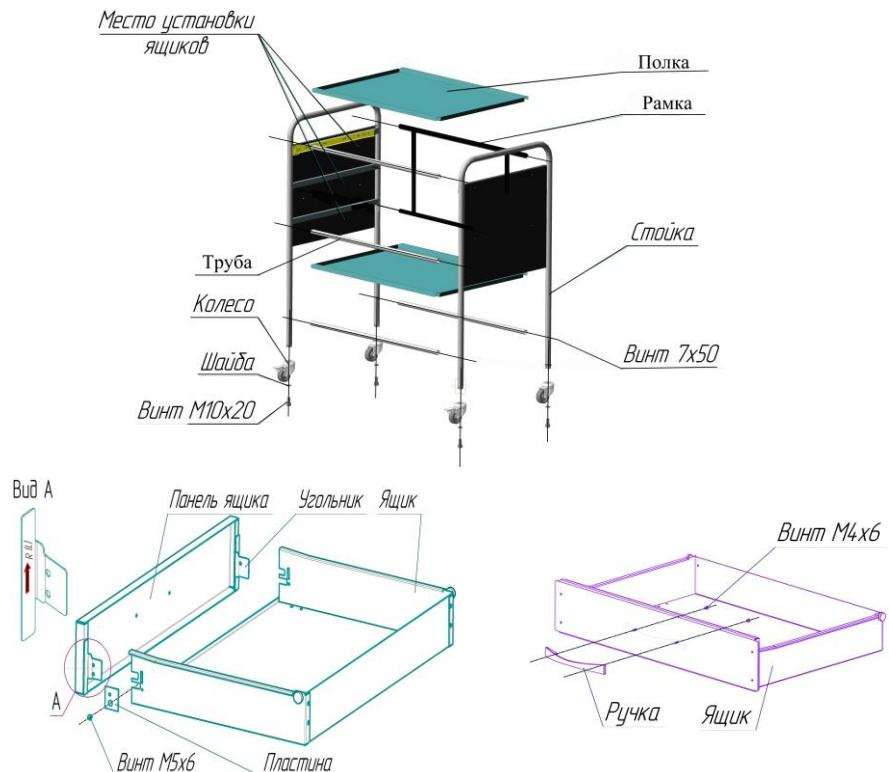

Рисунок 1 – Схема сборки столика
Сборку столика производите в следующем порядке (см. рисунок 1):
- соедините панель ящика с ящиком с помощью пластин и винтов M5x6, как показано на рис.1, сориентировав при этом угольники, расположенные на панели ящика, стрелкой вверх,